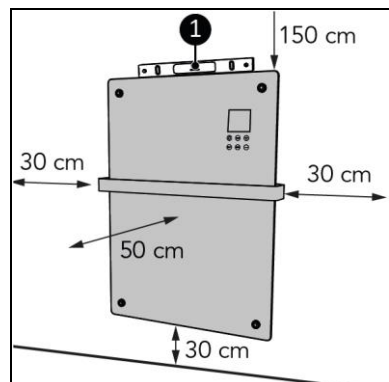

Abbildung 8
5. Stellen Sie das Gerät auf eine vertikale und feste Oberfläche. Verwenden Sie beim Aufstellen des Geräts eine Wasserwaage (Abbildung 8, Pos. 1).
6. Platzieren Sie das Gerät mit einem Mindestabstand (Abbildung 8) von: